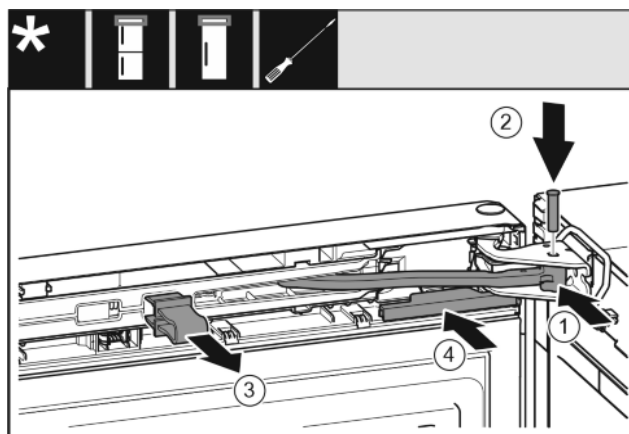

Fig. 39
- ▶ Ruotare il giunto articolato nel blocco di supporto. Fig. 39 (1)
- ▶ Inserire il perno nel blocco di supporto e nel giunto articolato. Fare attenzione che la camma di arresto sia correttamente in sede nella scanalatura. Fig. 39 (2)
- ▶ Rimuovere la protezione. Fig. 39 (3)
- ▶ Spingere la copertura. Fig. 39 (4)